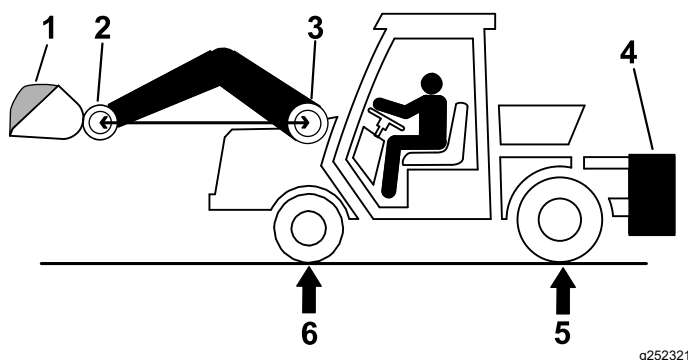

Figure 32
1. Chargez le godet au maximum, puis levez-le à la position avant maximale, comme montré à la **Figure 32**.
2. Dans un poste de pesage, mesurez le poids brut du véhicule (PNBV) au niveau des essieux avant et arrière, en levant la chargeuse de sorte que l'axe de pivot du godet soit à la même hauteur que l'axe de pivot du bras (**Figure 32**).
Remarque: Si R est **inférieur** au poids sur l'essieu arrière requis (RRAW), aucun lest n'est nécessaire (Figure 32).